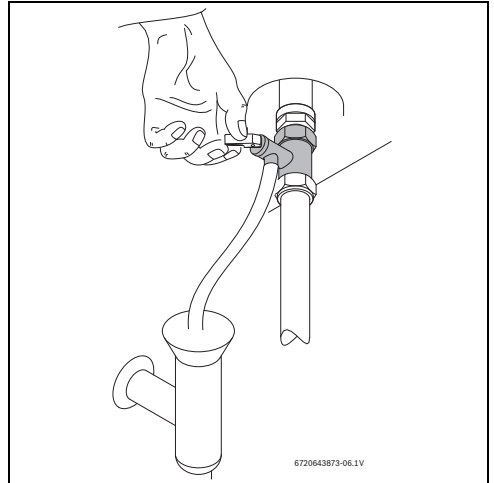

Fig. 12 Accionamiento manual de la válvula de seguridad
- ▶ Abrir la válvula de seguridad (Fig. 12).
- ▶ Activar manualmente la válvula de seguridad por lo menos una vez al mes (Fig. 12).